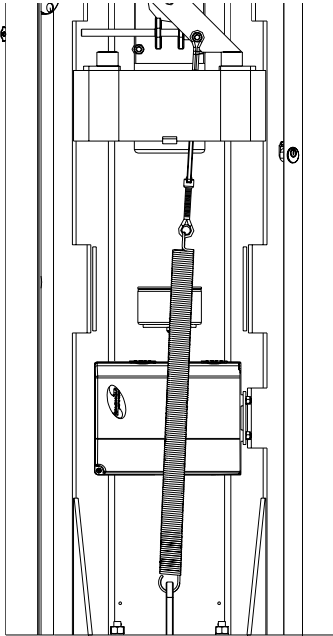

Рис.8
- для того чтобы изменить направление необходимо переместить пружину в противоположную позицию Рис.8 и поменять соединения электромотора на централи управления на обратные Рис.9.